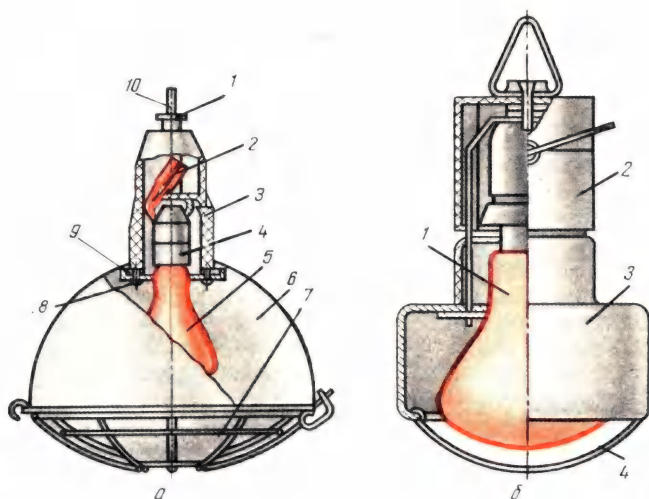

Рис. 29. Облучатели для «светлых» источников ИК излучения:
*Облучатель ССПО1-250* (рис. 29, а), комплектуемый лампой ИКЗК-220-250, состоит из пластмассового корпуса и металлического отражателя. Внутри корпуса помещен фарфоровый патрон для цоколя типа Е27. Отражатель покрыт силикатной эмалью, которая легко очищается от загрязнения. Снизу на отражателе предусмотрена сетка, предохраняющая лампу от механических повреждений. Облучатель допускает присоединение проводов или кабеля сечением до 4 мм2. Кроме лампы ИКЗК-220-250 в облучателе может быть использована и лампа ИКЗС-220-250.
*Ветеринарный облучатель ОВИ-1* (рис. 29, б) состоит из металлического корпуса с колпаком и защитной сетки. Между колпаком и корпусом предусмотрены отверстия для охлаждения цоколя лампы. Исполнение облучателя — герметическое.